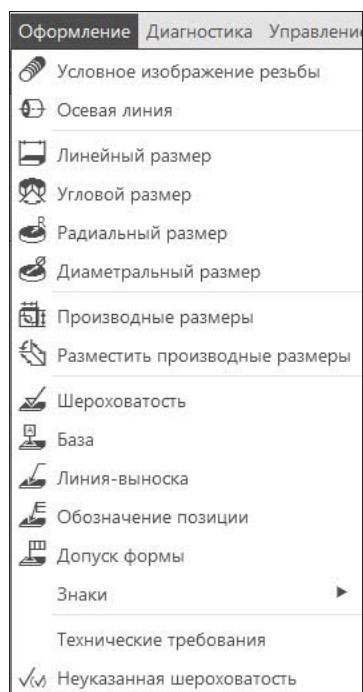

Рис. 18.6. Выпадающее меню пункта **Оформление**
- ◆ **Оформление** — содержит команды простановки размеров и обозначений (рис. 18.6);